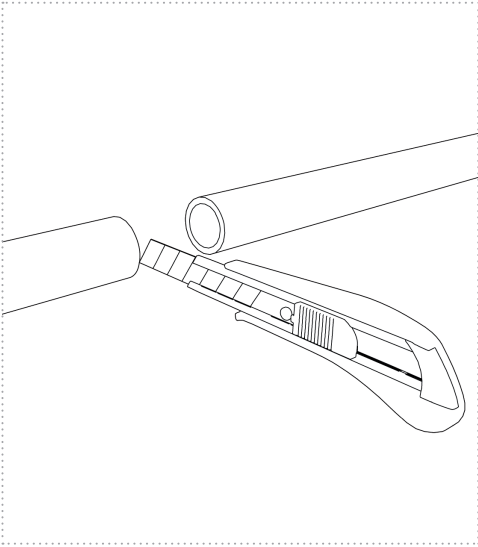

Abbildung: 7
1. Durchtrennen Sie gemäß *Abbildung 7* die Wasserleitung an der gewünschten Installationsstelle. Sorgen Sie bei Schläuchen für einen geraden Schnitt.